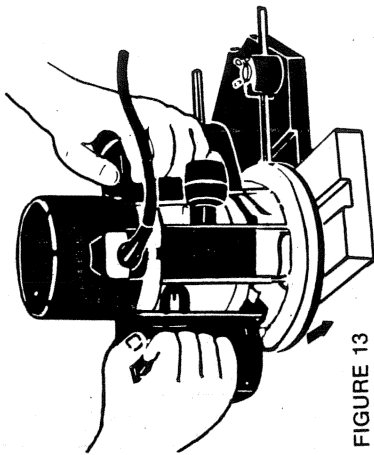

FIGURE 13
2. La semelle de la toupie doit toujours porter contre une surface solide et douce afin de prévenir le broustement. Les figs. 13, 14 et 15 illustrent le façonnage de rainures.